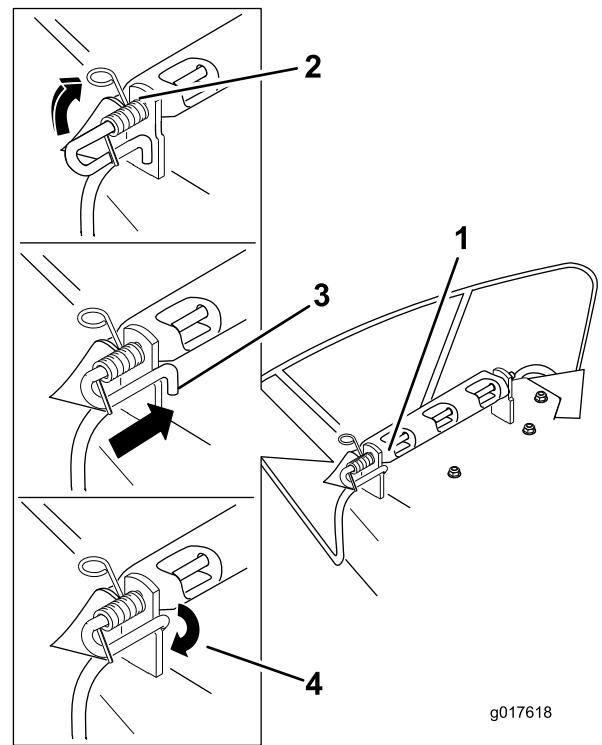

Figure 64
3. Positionnez le nouveau déflecteur d'éjection en plaçant les extrémités du support entre les supports soudés du tablier, comme illustré à la Figure 64.
6. Soulevez le côté avec la boucle du ressort et placez-le dans le cran du support de déflecteur (Figure 64).
7. Fixez l'ensemble tige et ressort en le tournant de sorte à pouvoir placer l'extrémité courte de la tige derrière le support avant soudé au tablier de coupe (Figure 64).